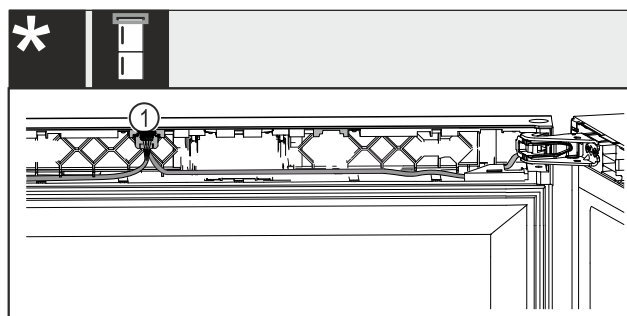

Fig. 39 Комбинации из холодильника для вина и морозильника
- ▶ Зафиксируйте штекер Fig. 39 (1) в направляющей. Для всех устройств: